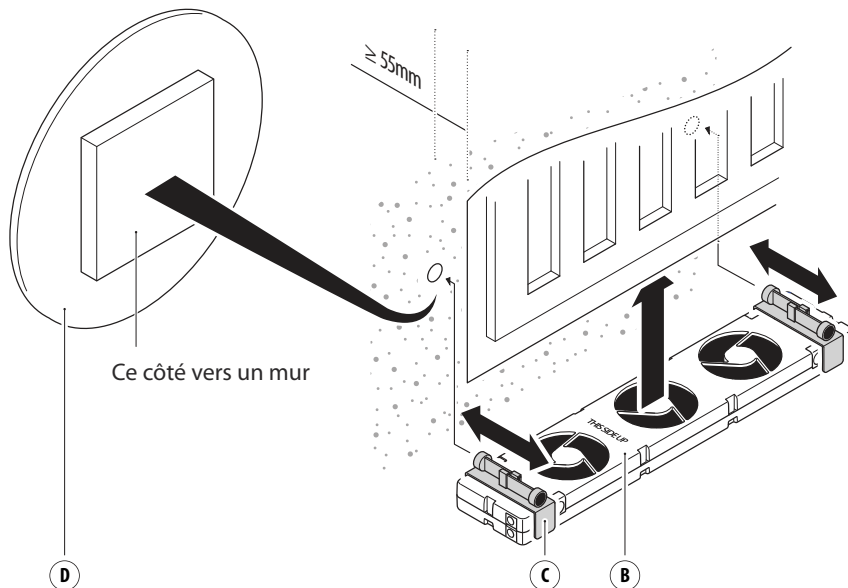

Fig. 7 - Fixation du SpeedComfort (B1) au mur et au radiateur à plaque unique.
2. Refaites les étapes 1 à 7 comme pour le radiateur large. À l'endroit identifié, collez les deux **plaques métalliques** (D1, D2) sur le mur. Utilisez les **aimants réglables** (c1, c2, c3, c4) sur les **soutiens** (C1, C2) pour connecter le **SpeedComfort** (B1) au mur et au radiateur à plaque unique (voir fig. 7).